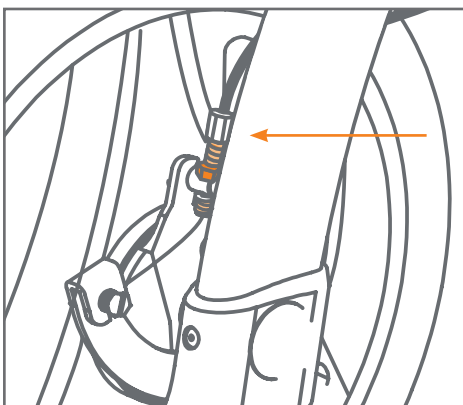

Figure 58: Réglage des freins avec le boulon de réglage en bas, juste au-dessus du boulon de protection (orange foncé), détail.
- b. Desserrez le boulon de protection au bas du câble de frein. Tournez le boulon de réglage directement au-dessus pour raccourcir ou allonger le câble de frein (**Figure 58**). Tournez dans le sens des aiguilles d'une montre pour augmenter la puissance de freinage, dans le sens inverse pour moins de puissance. De cette façon, vous ajustez le frein pour qu'il fonctionne correctement.